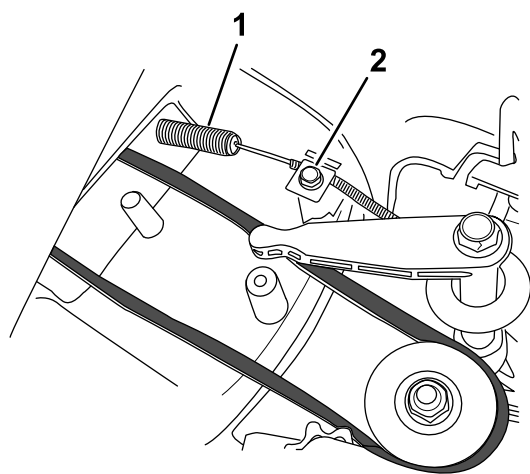

Рисунок 33
4. Установите новый трос тормоза ножа, но не затягивайте зажим троса в верхней части корпуса газонокосилки (Рисунок 33).
5. Ослабьте винт зажима троса (Рисунок 33).